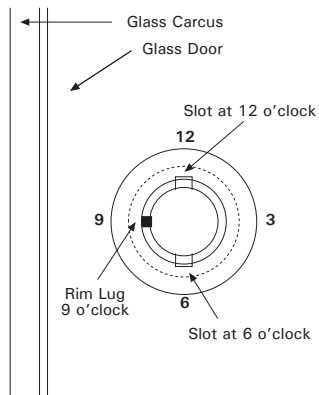
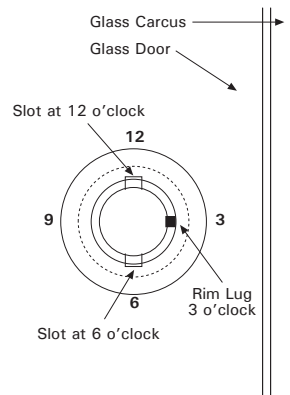
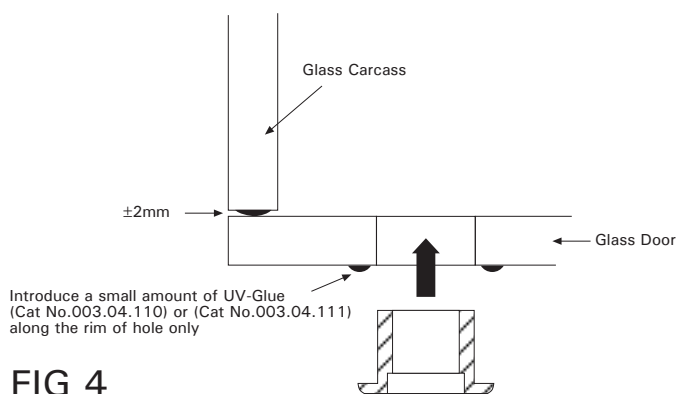

FIG 2
FIG 3
FIG 4
- 4a. **Left hand operation:** with the 2 slots down the bore of the cylinder housing in the **6 o'clock** and **12 o'clock** position bond the housing to the glass with the lug on the rim of the cylinder housing in the **9 o'clock** position (see Fig.2). Apply UV-Glue (Cat No.003.04.110) or (Cat No. 003.04.111) (see Fig.4 & 5).
- 4b. **Right hand operation:** same procedure as 4a, but bond the housing to the glass with the lug on the rim of the cylinder housing in the **3 o'clock** position (see Fig.3). Apply UV-Glue (Cat No.003.04.110) or (Cat No. 003.04.111) (see Fig.3).
- 4a. **Linksmontage:** Mit den 2 Nuten in der Mitte des Gehäuses in der **6.00 Uhr** und **12.00 Uhr** Position verkleben Sie das Gehäuse mit dem Zapfen am Rand des Zylindergehäuses auf **9.00 Uhr** (s. Abb.2). Verkleben Sie mit UV-härtendem Klebstoff (Art. Nr.003.04.110 oder 003.04.111) (s. Abb.3).
- 4b. **Rechtsmontierung:** Der selbe Vorgang wie 4a., nur wird das Gehäuse mit dem Zapfen auf **3.00 Uhr** positioniert verklebt (s. Abb.3). Verkleben Sie mit UV-härtendem Klebstoff (Art. Nr.003.04.110 oder 003.04.111) (s. Abb.4 & 5).